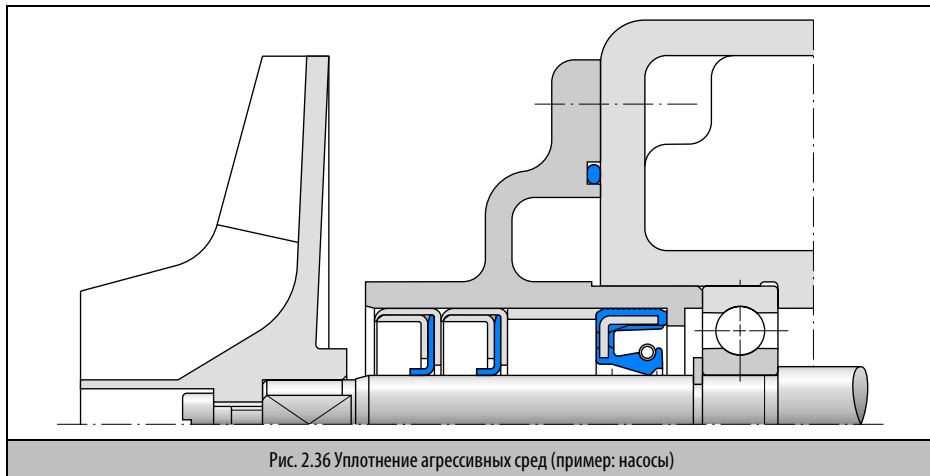

Рис. 2.36 Уплотнение агрессивных сред (пример: насосы)
- Пример монтажа конструкции В2РТ в насосе (→ Рис. 2.36)